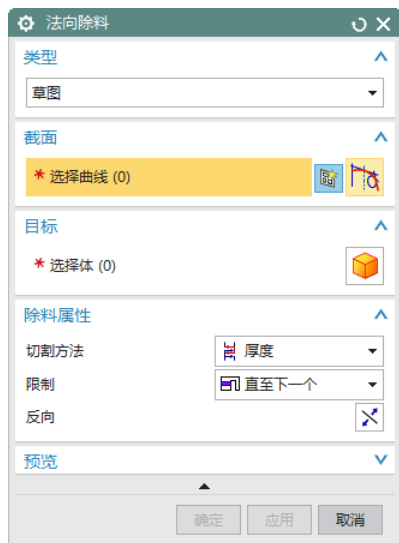

图 10-57 “法向除料”对话框
(1) 选择“菜单(M)”→“插入(S)”→“切割(T)”→“法向除料(N)”，或者单击“主页”选项卡“特征”面组上的“法向除料”按钮, 打开如图 10-57 所示“法向除料”对话框。设置“切割方法”为“厚度”，“限制”为“直至下一个”。
页”选项卡“特征”面组上的“法向除料”按钮, 打开如图 10-57 所示“法向除料”对话框。设置“切割方法”为“厚度”，“限制”为“直至下一个”。
(1) 选择“菜单(M)”→“插入(S)”→“切割(T)”→“法向除料(N)”，或者单击“主页”选项卡“特征”面组上的“法向除料”按钮, 打开如图 10-57 所示“法向除料”对话框。设置“切割方法”为厚度，“限制”为值，勾选“对称深度”复选框，输入深度为 30。
(2) 单击“绘制截面”按钮, 打开“创建草图”对话框。在视图区选择 XC-ZC 平面为草图工作平面。